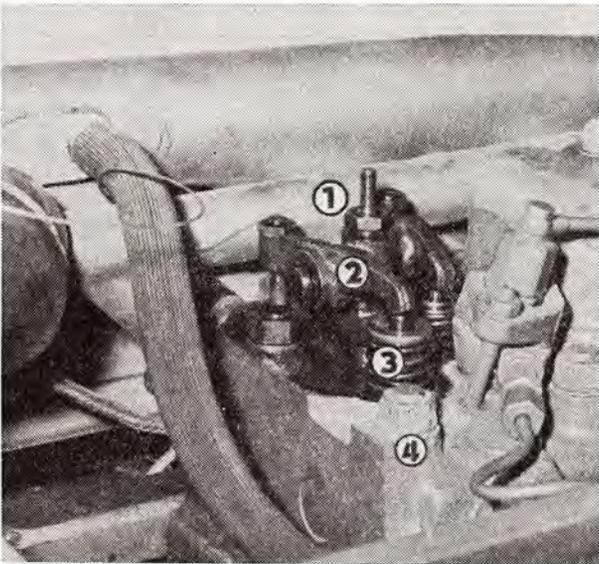

Abb. 29
2. Die Mutter M 12 (Abb. 29/1) ist zu lockern und der Kipphebelbock samt Kipphebel (Abb. 29/2) sind abzunehmen. Im Falle, dass der Kipphebelbock abmontiert werden muss, ist der äussere Sicherungsring abzunehmen, die Unterlagscheibe und die Kipphebel sind abzuziehen (der kürzere Kipphebel öffnet das Saugventil).
3. Bei Austausch der Ventildedern (Abb. 29/3) ist der Zylinderkolben am Zylinderkopf, bei dem der Austausch vorgenommen wird, in den OT einzustellen.
6. Die Mutter M 16 (Abb. 29/4) ist abzuschrauben, der Kopf ist in Richtung nach oben herauszuschieben.